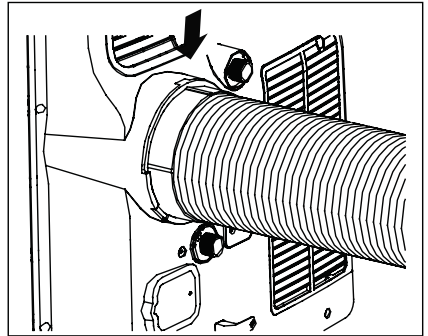

Abb. 8
5. Schieben Sie das Anschlussstück A auf den Anschluss am Gerät (Abb. 8).